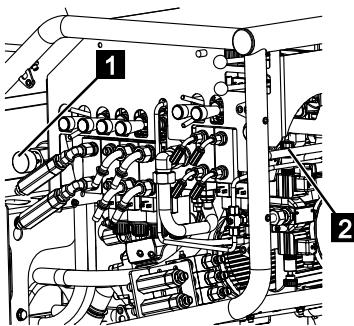

Abb. 198
7. Nach dem Servicebetrieb das Ventil [LS] (Abb.198/2) komplett heraus drehen und das Ventil [Bühne] (Abb.198/1) gegen den Uhrzeigersinn entriegeln und die Abdeckhauben wieder anschrauben.